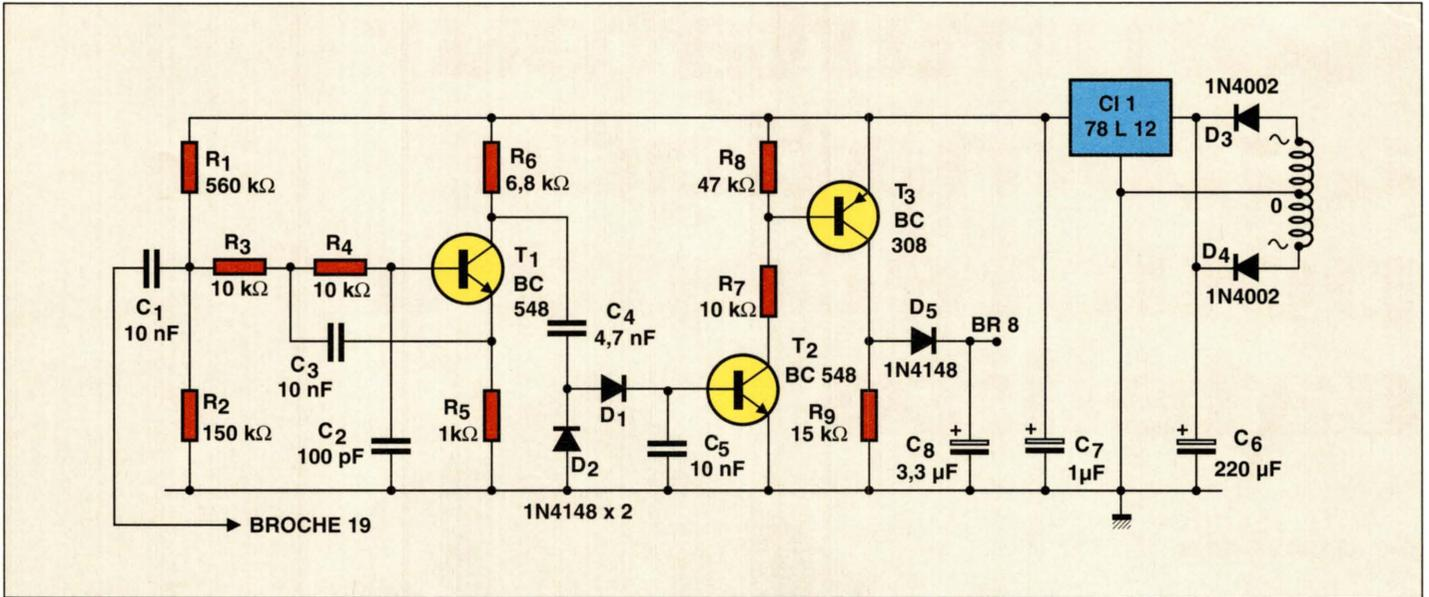

Fig. 1. - Schéma de notre montage.
■ Fig. 1. — Schéma de notre montage.
a été prévu près du transformateur pour une vis, la fixation par la prise Scart seule n'étant pas assez robuste. La figure 1 donne le branchement de la prise, des pastilles sont prévues pour relier l'appareil à la source, suivant sa configuration, on utilisera un câble terminé par une prise Scart mâle ou des prises RCA mâles, certains récepteurs satellites disposant de prises de sortie RCA que l'on pourra utiliser ici, la prise Scart femelle étant utilisée dans un autre rôle. Le montage peut aussi recevoir les signaux d'un caméscope. Aucune mise au point n'est à effectuer, le montage doit fonctionner sans problème.